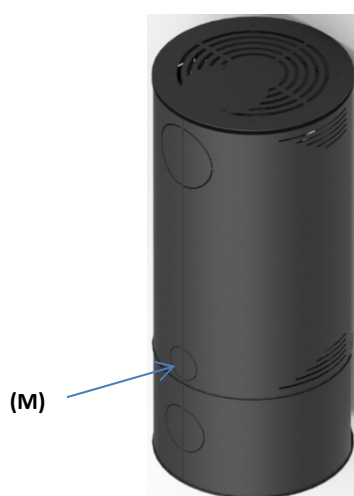

Figura 4 - Vista posterior do equipamento, (M) secção a eliminar para entrada de ar externa
Se for pela traseira do equipamento na zona inferior das capas laterais, como mostra a Figura 4, deverá partir as micro-juntas das capas laterais (M).